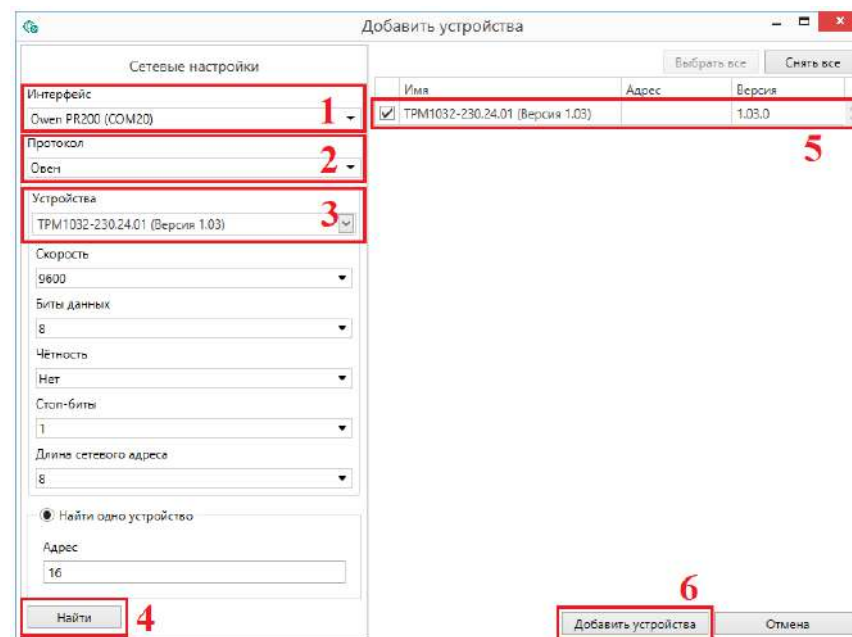

Рисунок 5.2 – Настройки связи с устройством
6. Выбрать интерфейс «Устройство с последовательным интерфейсом USB» (см. рисунок 5.2, 1). Номер COM порта, присвоенный прибору можно узнать в Диспетчере устройств Windows.
7. Выбрать протокол **ОВЕН** (см. рисунок 5.2, 2).
8. Выбрать устройство (Пункт 3 на рисунок 5.2). Модификация прибора указана на боковой стороне прибора.
9. Выбрать «Найти одно устройство», если добавляется один прибор. Запустить поиск нажатием на кнопку «Найти» (см. рисунок 5.2, 4).
10. Выделить найденное устройство (см. рисунок 5.2, 5).
11. Добавить устройство в проект Конфигуратора по нажатию кнопки «Добавить устройства» (см. рисунок 5.2, 6).
1. Нажать на кнопку  **Обновить устройство** в контекстном меню выбранного устройства или в главном меню. Откроется диалоговое окно для смены встроенного ПО устройства. Допускается обновление одного или нескольких устройств. Устройства следует выделить в области устройств (см. рисунок 5.2, 5) и выбрать **Обновить устройство** в контекстном меню или главном меню.